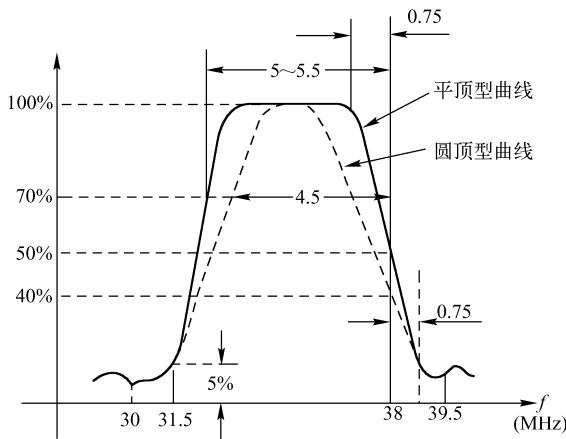

图 1-28 中放幅频特性曲线
(1) 图像中频 38MHz 应处于特性曲线高频端斜坡中点,即处于最大增益的 50% (-6dB) 位置,且距上、下端均为 0.75MHz,如图 1-28 所示。